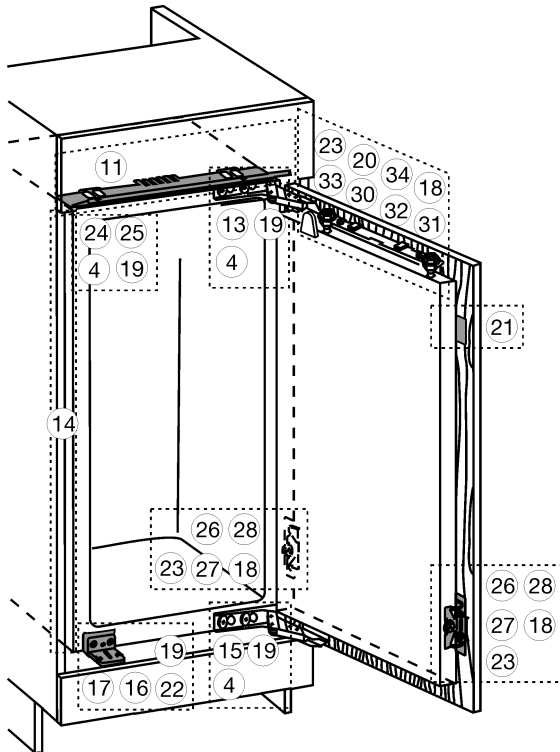
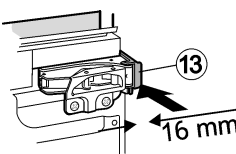

Fig. 9
Fig. 12
- ▶ Afdækningsdele Fig. 9 (4) tages af.
- ▶ Afstandsstykke Fig. 12 (13) og afstandsstykke Fig. 9 (15) clipses fast på hængslerne.